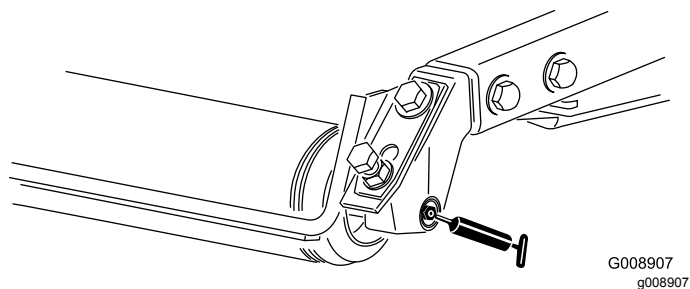

Figura 52
- Cuscinetti a rulli posteriori (2 per apparato di taglio) (Figura 52)